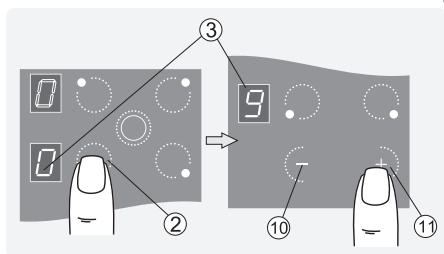

Рис.8
1. Коснуться зоны (2) с обозначением выбранной конфорки, после чего конфорка перейдет в режим управления. В соответствующем окне индикации мигает «0» (рис.8).